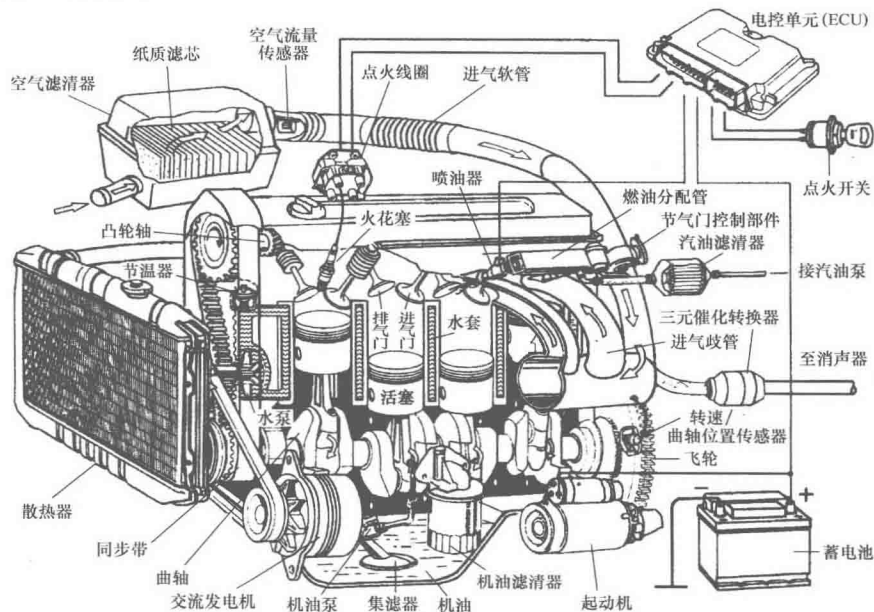

图 1-1 汽油发动机剖面图
(1) 汽油发动机的总体构造 汽油发动机主要由两大机构、五大系统组成，两大机构指曲柄连杆机构和配气机构，五大系统指供给系统、冷却系统、润滑系统、点火系统和起动系统，如图 1-1 所示。